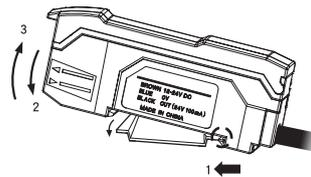

图 1
- 1、将位于机身底部的卡槽与DIN导轨对齐, 如图1所示。向箭头1方向往前推机身的同时, 朝箭头2方向按下去。